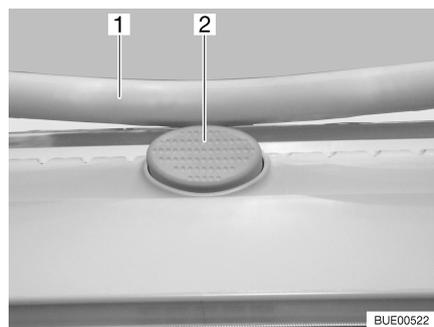

Bild 18 Sicherungsknopf an der Heki-Dachhaube
- Den Sicherungsknopf (Bild 18,2) drücken und den Bügel (Bild 18,1) mit beiden Händen nach unten ziehen.
- Den Bügel mit beiden Händen nach oben drücken, bis der Bügel oberhalb des Sicherungsknopfes (Bild 18,2) liegt.